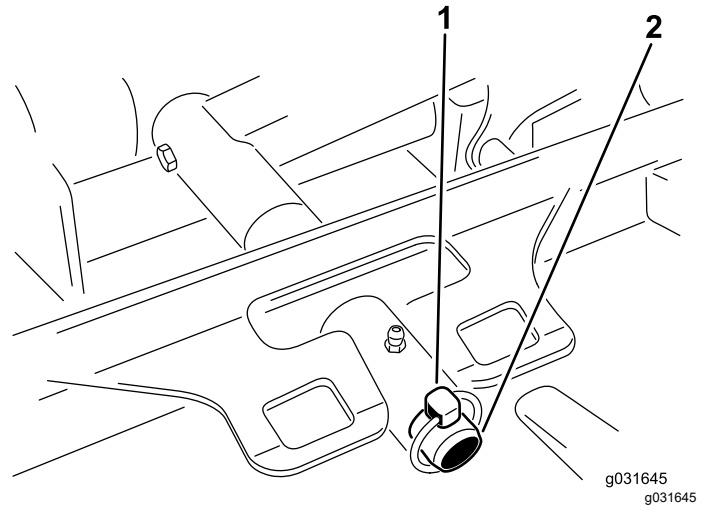

Figura 69
3. Retire el pasador de seguridad o la tuerca de retención que sujeta el bastidor de tiro de la carcasa a la barra de giro del brazo de elevación (Figura 69).
3. Desplace el bastidor de tiro de la carcassa sobre la barra de giro del brazo de elevación y fíjelo con el pasador de seguridad o la tuerca de retención (Figura 69).